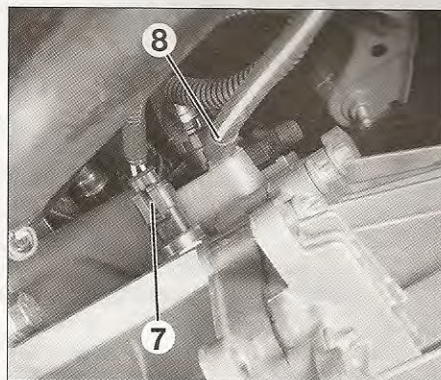

fig. 12
- Desatornillar los tornillos del cilindro receptor de embrague (6) y colocarlo a un lado.
- Desconectar el conector (7) del contactor de luces de marcha atrás (fig. 12).
- Desconectar la masa (8) del cárter de caja de velocidades.